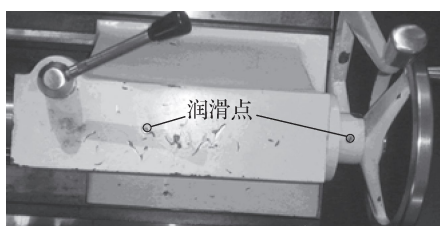

图 1-17 尾座的润滑
(5) 尾座的润滑如图 1-17 所示。其润滑方式为弹子油杯润滑，润滑油为 L-AN46 全损耗系统用油。